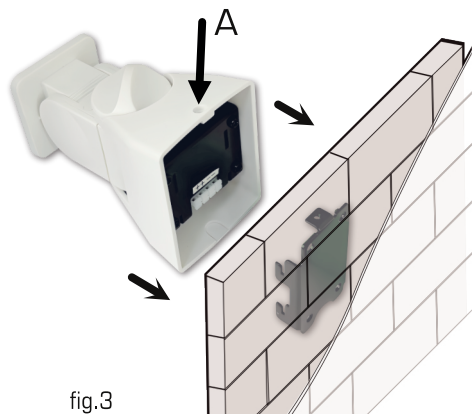

fig.3
Riferendovi alla Fig. 3, montate a parete la placca di supporto (utilizzando le viti e i tasselli in dotazione) in corrispondenza della condotta con i cavi di collegamento. Per il corretto fissaggio della placca appoggiate la al muro e marcate con una matita i punti nei quali dovranno essere fatti i fori. Assicuratevi che dove forerete non siano presenti tubi di alcun genere. Procedete forando con un trapano il muro utilizzando la punta della misura dei tasselli, quindi appoggiate la piastra e fissatela avvitando le viti ai tasselli. Una volta collegati i cavi alla staffa, agganciate la staffa alla placca a muro, assicurandola tramite la vite da porre nel foro superiore (A).
Refer to Fig.3 to mount the support plate on the wall (using the included screws and plugs) where the duct with the connection cables is located. To fix the plate correctly, place it against the wall and mark with a pencil the points where the holes will need to be made. Make sure there are no pipes of any kind where you will drill. Proceed by drilling the wall with a tip of the same size of the anchors, then place the plate and secure it by screwing the screws into the plugs. Once the cables have been connected to the bracket, mount the bracket on the wall plate, securing it by means of the screw to be inserted in the upper hole (A).